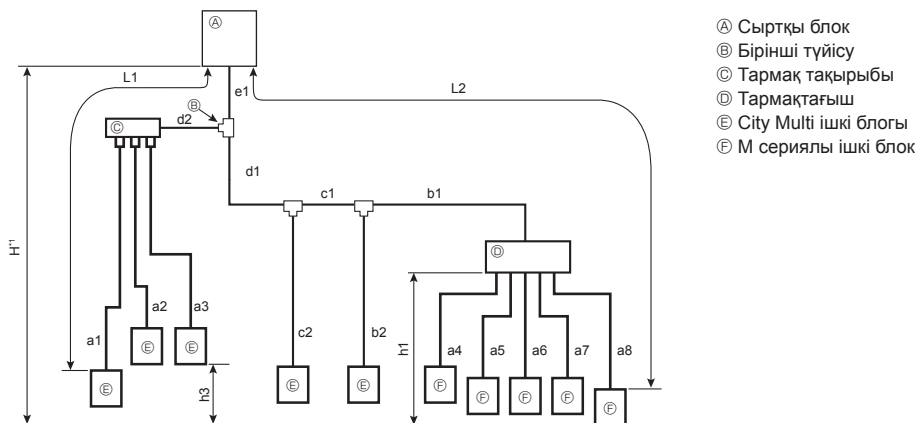

Fig. 4-6 (a)
4.1.3. Араластыру жүйесі (City Multi ішкі блоктары және М сериялы ішкі блоктар (тармақтағышпен жалғай)) (Fig. 4-6)